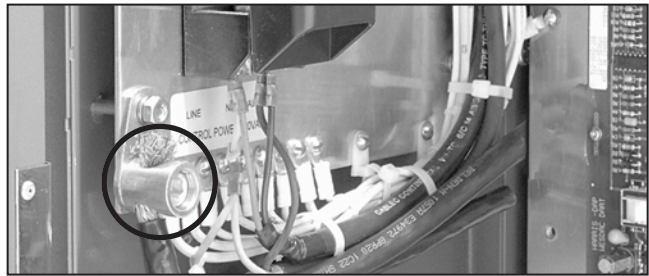

Figura 92. Zapata de cobre y bloque de fusible.
- (g) Conecte el cable grueso blindado a la zapata de cobre que está en la placa de tierra del gabinete para baja tensión. Ver Figura 92.
Conecte la línea y el neutro al bloque de fusibles. Vea la etiqueta que está abajo del mismo. Ver Figura 92.